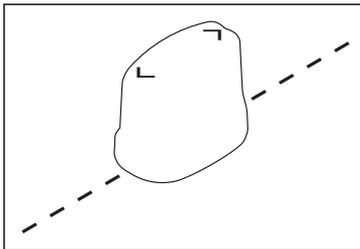

Fig. 23: Alignement du générateur par rapport à la conduite pour l'injection indirecte
1. Placez le générateur avec l'axe longitudinal parallèle à la conduite à localiser, au-dessus de cette dernière (fig. 23).